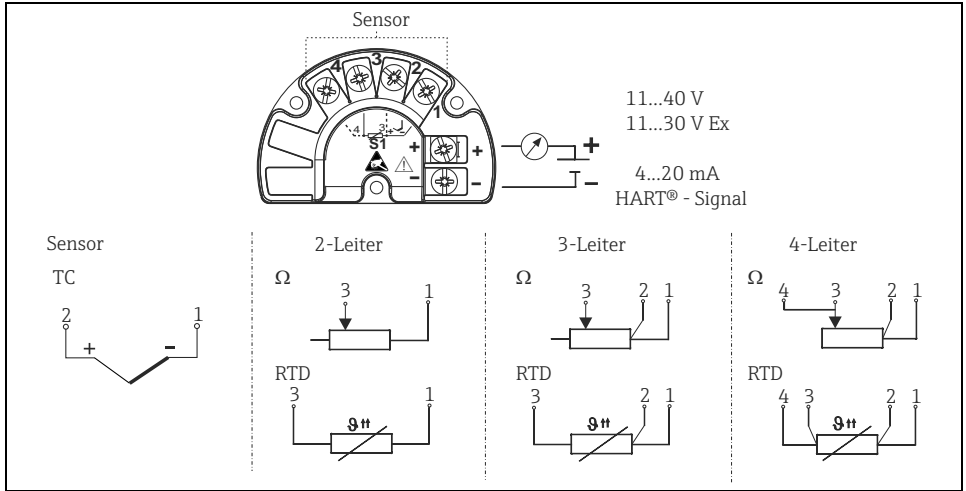

Fig. 3: Câblage du transmetteur de terrain - Occupation des bornes
7. Relier les câbles au bornier conformément à fig. 3.
L'occupation des bornes est-elle correcte ? Comparer le schéma de raccordement du bornier ou → Fig. 3.	Voir schéma de raccordement sur le boîtier